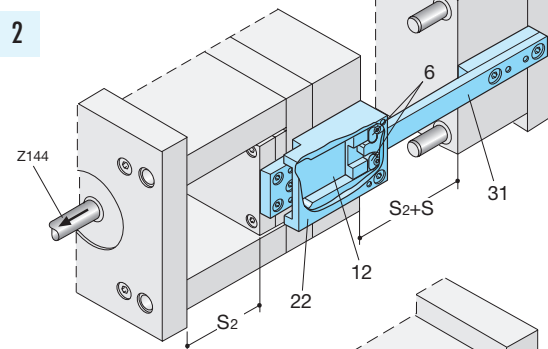

Figure 3
Déterminer la longueur du boîtier à clavettes (12), de la came (22), du support (102), et de la barre de la came (31) en fonction de la construction du moule et les raccourcir le cas échéant (voir figure 3).
Percer les trous de fixation dans la came (22), le boîtier à clavettes (12), le support (102) et la barre de la came (31) (voir figure 3).